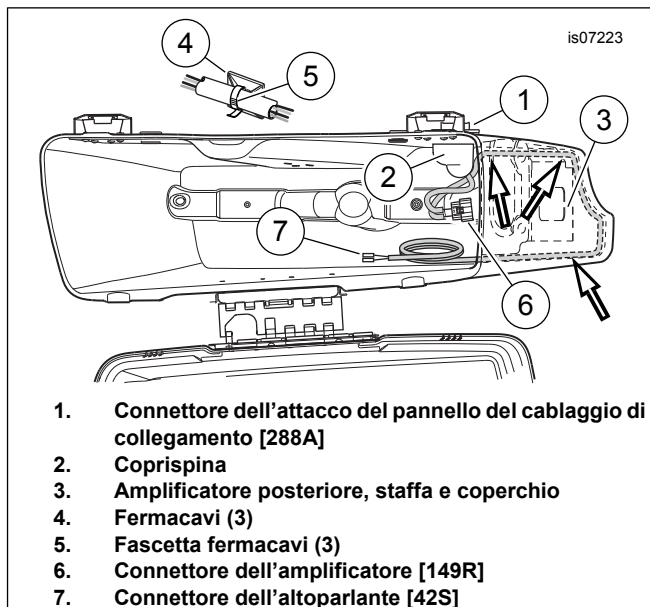
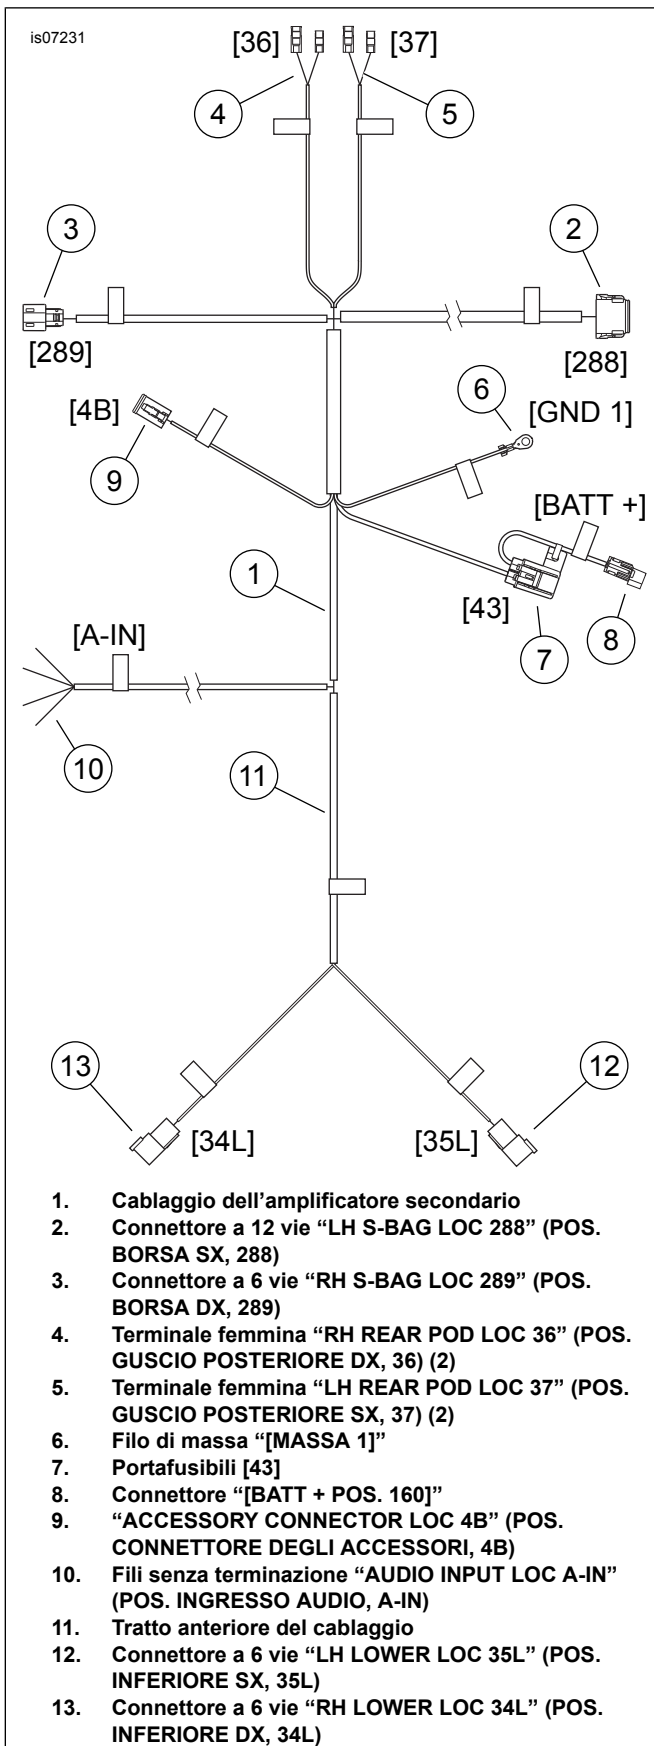

Figura 3. Disposizione del cablaggio all'interno della borsa sinistra
Figura 6. Cablaggio dell'amplificatore secondario
2. Vedere Figura 3. Inserire i connettori del cablaggio di collegamento [149R] (6) e [42S] (7), dal lato esterno, attraverso l'apertura rettangolare nella parete della borsa verso l'interno, in modo che il connettore dell'attacco del pannello a 12 vie [288] (1) si inserisca nell'apertura.
5. Vedere Figura 7. Procurarsi dal kit tre fermacavi (14) e tre fascette fermacavi (15). Rimuovere il rivestimento dal rivestimento adesivo di ciascun fermacavi e fissarlo alle pareti interne della borsa, a circa 25 mm (1 in) al di sopra della parte inferiore della borsa, come illustrato nella Figura 3. Fissare il cablaggio di collegamento ai fermacavi (4) con le fascette fermacavi (5).
3. Far passare il cablaggio (Figura 6, elemento 1) in avanti verso la parte anteriore del parafango posteriore. Usare le fascette fermacavi prese dal kit per fissare quel tratto del cablaggio in corrispondenza del sostegno posteriore superiore della borsa, in modo che il cablaggio sulla parte posteriore sia abbastanza lasco da arrivare comodamente alla borsa.
2. Vedere Figura 6. Inserire il connettore a 12 vie (2), etichettato "LH S-BAG LOC 288" (POS. BORSA SX, 288) nella presa sulla borsa sinistra (vedere Figura 3, elemento 1). Il connettore ha una chiavetta che impedisce di montarlo in modo errato. Accertarsi che scatti al suo posto.
3. Collocare il cablaggio (Figura 6, Elemento 1) nell'area sotto la sella. Disporre il connettore a dodici vie (2), etichettato "LH S-BAG LOC 288" (POS. BORSA SX, 288) al di sotto delle traverse intermedie del telaio e sotto la borchia del dispositivo di fissaggio lato sinistro della scocca.
6. Disporre il resto del cablaggio (Figura 6, elemento 1) in avanti. Utilizzare le fascette fermacavi del kit per fissare quel tratto di cablaggio al telaio del veicolo.
2. Vedere Figura 6. Tagliare i fili verde e verde chiaro/marrone dalle cavità 5 e 6 del connettore Molex a 6 vie (3) etichettato "RH S-BAG LOC 289" (POS. BORSA DX, 289) sul cablaggio dell'amplificatore secondario. Riciclare o smaltire correttamente il connettore. Seguendo le istruzioni del manuale di manutenzione, installare due terminali femmina Deutsch (N° codice 72191-94, acquistati separatamente) sulle estremità dei fili.